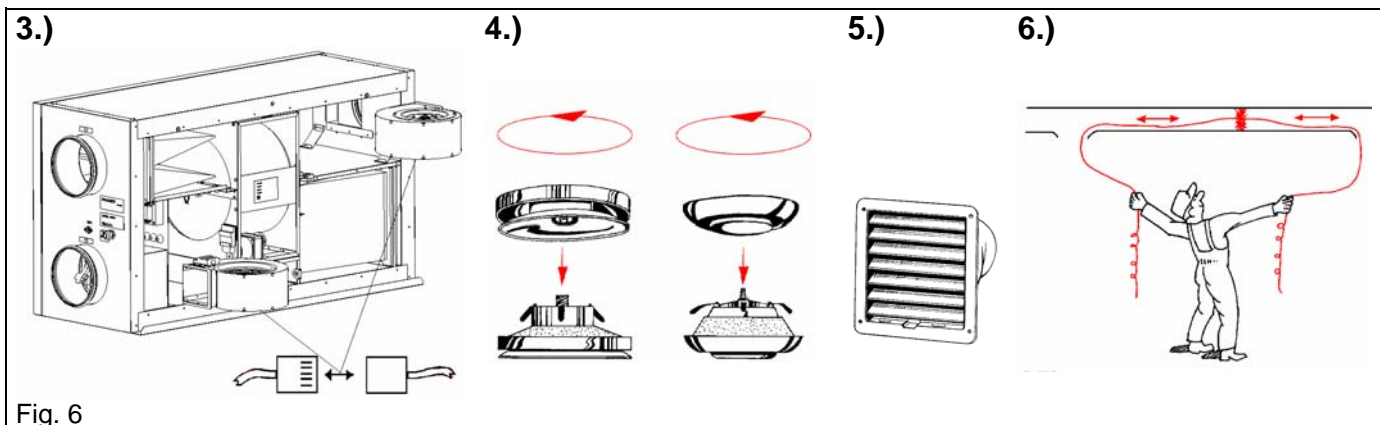

Fig. 6
2. Kontroll av varmeveksler (hvert 3. år) Fig. 6
2. Kontroll av värmeväxlare (vart 3:e år) Fig. 6
2. Wartung des Tauschers (alle 3 Jahre) Fig. 6
2. Checking the heat exchanger (every 3 years) Fig. 6
N VEDLIKEHOLD (Fig. 6)
S SKÖTSEL (Fig. 6)
D WARTUNG (Fig. 6)
GB MAINTENANCE (Fig. 6)